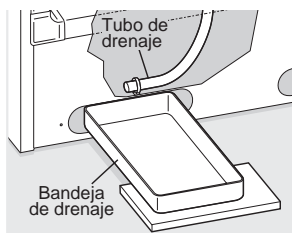

Figura 1
- Para descongelar los modelos verticales con drenaje de descongelación (figura 1), retire el tapón de drenaje que se encuentra en el piso interior del congelador jalándolo hacia afuera. Para acceder al tubo externo de drenaje en los modelos con un panel de base, retire primero los dos tornillos de dicho panel. Ubique el tubo de drenaje que se encuentra debajo del congelador, cerca del centro a la izquierda. Coloque una bandeja no muy profunda debajo del tubo de drenaje. El agua de descongelación se drenará. Verifique la bandeja ocasionalmente para controlar que el agua no se desborde. Vuelva a colocar el tapón de drenaje cuando se haya completado la descongelación y la limpieza. Si deja abierto el drenaje, puede ingresar aire tibio en el congelador.